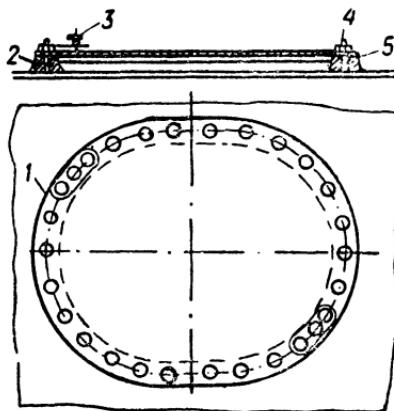

Рис. 48. Горловина овальная на шпильках:
**Горловины** (рис. 48) — конструкции, служащие для до-